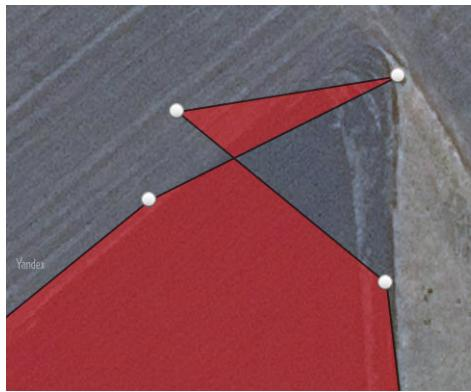
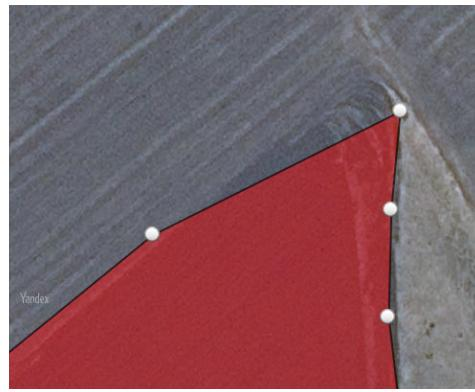

Рис.6. Участок самопересечения геозоны.
Рис.7. Геозона без самопересечения.
Для того чтобы исправить самопересечение геозоны, необходимо дважды нажать левую кнопку мыши на тексте ошибки – в Модуле отображения карт будет показан выбранный участок самопересечения геозоны (**Рис.6**). Затем необходимо выполнить перестроение геозоны так, чтобы исключить самопересечение (**Рис.7**).
- далее перейти в раздел настроек Свойства – Секции и настроить секции инструмента (**Рис.6**):
После добавления инструмента и настройки ширины секций, общая ширина инструмента будет добавлена в Реестр свойств этого инструмента (**Рис.7**). Далее это свойство может использоваться при обработке данных и расчете параметров ТС.